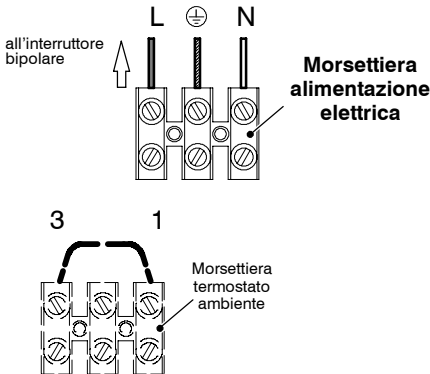

fig. 5.8
- 1 Collegare il cavo di alimentazione elettrica proveniente dall'interruttore onnipolare alla morsettiera di alimentazione elettrica della caldaia fig. 5.8 rispettando la corrispondenza della linea (filo marrone) e del neutro (filo azzurro).
Per il collegamento di un termostato ambiente servirsi della morsettiera termostato ambiente della caldaia fig. 5.8